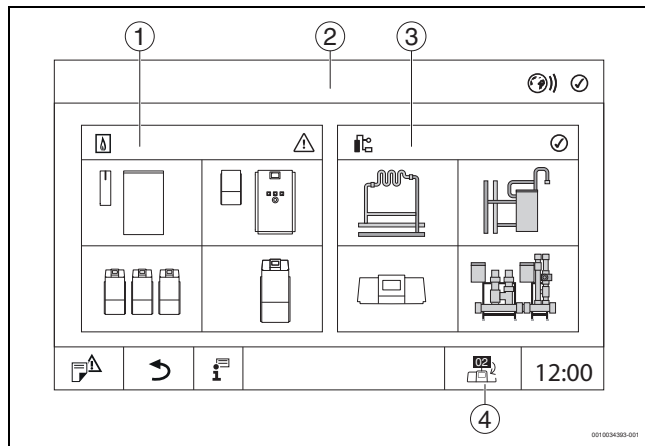

Bild 4 Systemübersicht (Beispiel)
- **Wärmeezeugung** antippen (→ Bild 4, [1]).
- **Anlage** antippen (→ Bild 4, [3]).
- Vernetzungssymbol antippen (→ Bild 4, [4]).